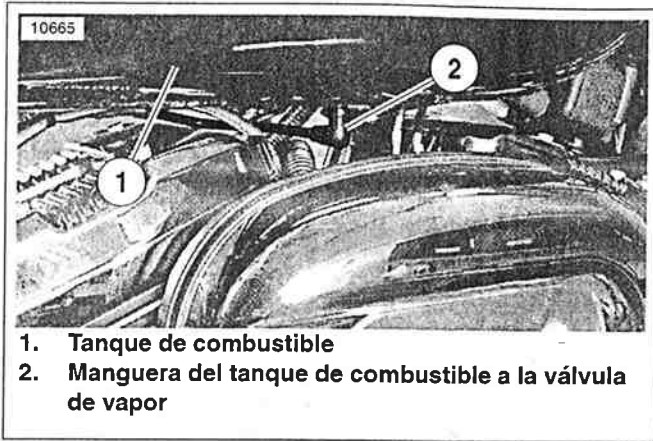

Figura 4-27. Colocación de la manguera de la válvula del tanque de combustible a la válvula de vapor
3. Vea la Figura 4-27. Coloque la manguera de la válvula del tanque de combustible a la válvula de vapor (2) hacia delante a lo largo del lado izquierdo del eje central de la estructura, cruzando al lado derecho y conecte al dispositivo de conexión en la parte inferior del tanque de combustible (1).